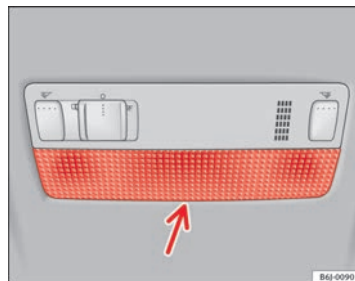

Fig. 175 Luce di lettura anteriore
- Introdurre un cacciavite dalla parte piatta tra il telaio e il vetro ⇒ fig. 175.